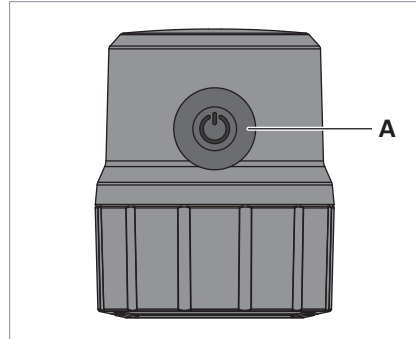

Fig. 6: Touche.
- ▶ Pour allumer et éteindre le luminaire, appuyer sur la touche **A** sur la partie supérieure de la tête du luminaire, voir Fig. 6.